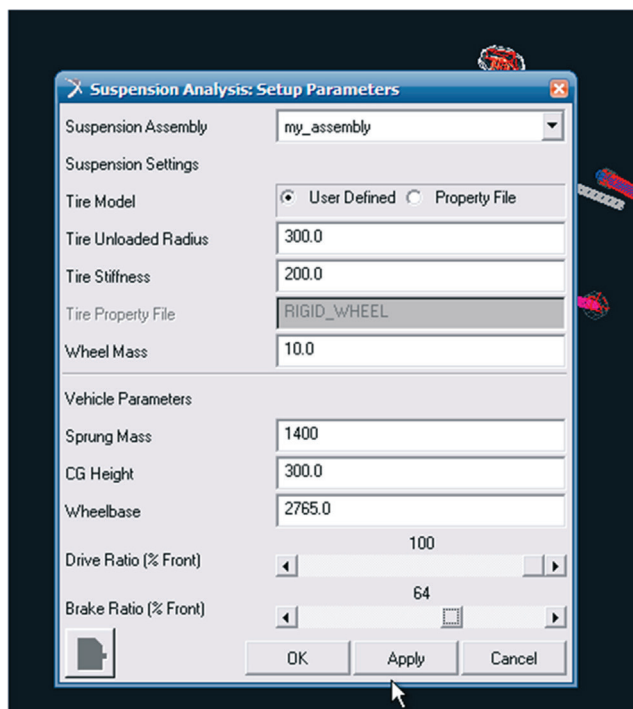

Figura 4.140 – Definindo os parâmetros da suspensão para simulação.
- Para definir os parâmetros do veículo, os quais são necessários para a simulação, acesse o menu *Simulate* → *Suspension Analyses* → *Set Suspension Parameters*. A janela *Suspension Analysis: Setup Parameters* será aberta e deverá ter seus campos preenchidos conforme ilustrado na Figura 4.140.
Observa-se na Figura 4.140 que o campo *Drive Ratio* possui valor igual a 100, ou seja, toda a força motriz está aplicada nas rodas dianteiras. Já o campo *Brake Ratio* indica a força de frenagem aplicada nos freios dianteiros.